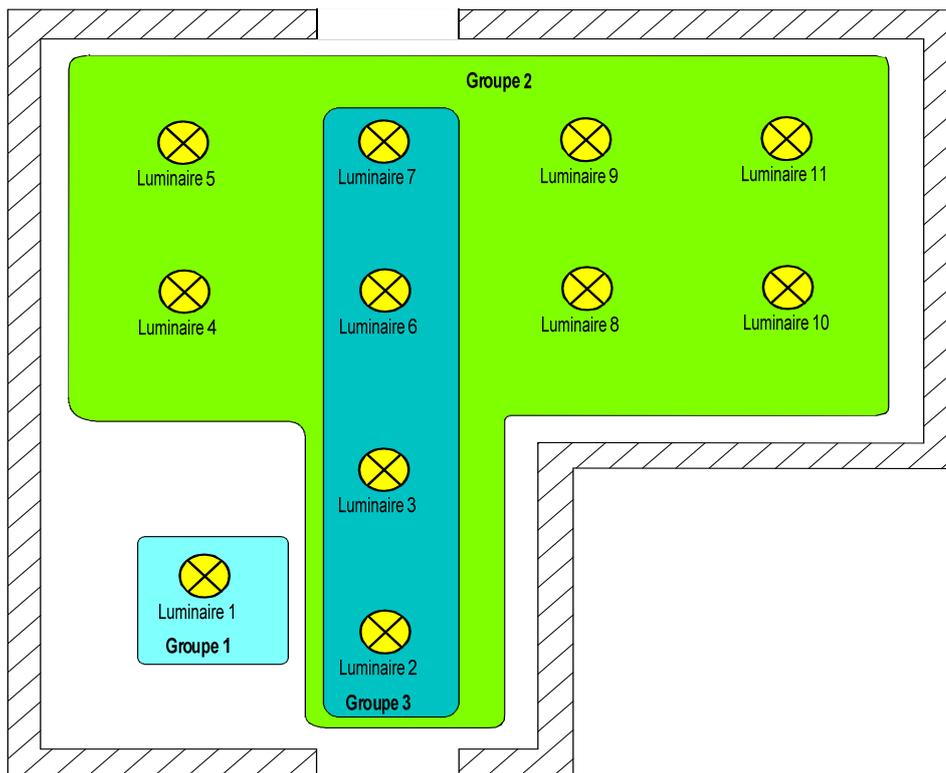

Fig. 5: Exemple d'une formation de groupe dans le système DALI
Un système DALI peut adresser au maximum 64 appareils d'éclairage, la passerelle elle-même n'étant pas comptée comme appareil d'éclairage. La passerelle DALI met à disposition 32 groupes DALI pouvant être commandés par le bus KNX, lesquels sont paramétrés dans l'ETS comme un canal d'actionneur variateur. Côté bus, on dispose de différents objets de communication, qui permettent notamment de réaliser la commutation, la variation, des consignes de valeurs de luminosité ou la commande temporisée ou la commande de scènes d'un groupe. Dans le cadre de la mise en service DALI, les max. 64 appareils d'éclairage DALI sont affectés à volonté à un ou plusieurs groupes de la passerelle (voir Fig. 5 à la page suivante). C'est l'affectation à des groupes qui crée la possibilité de commander les appareils d'éclairage DALI individuellement (affectation individuelle – uniquement un appareil dans le groupe) ou en commun (affectation multiple – plusieurs appareils dans un groupe) via le bus KNX.
Dans la formation de groupe de l'exemple (voir Fig. 5), chacun des luminaires dessinés possède un appareil d'éclairage DALI, lequel est affecté à un groupe ou à plusieurs groupes. Dans l'exemple, le luminaire 1 se trouve dans un groupe individuel. Ce luminaire peut être commandé séparément des autres luminaires. Les autres luminaires se trouvent dans le groupe 2 et sont donc commandés en commun. En outre, les luminaires 2, 3, 6 et 7 peuvent être commandés via le groupe 3. Les groupes 2 et 3 se recouvrent donc pour les luminaires mentionnés.
- Les appareils d'éclairage DALI qui sont affectés à plusieurs groupes se mettent toujours dans l'état réglé en dernier lieu via un des groupes affectés. Dans ce cas, la signalisation en retour de l'état de commutation ou de la valeur de luminosité d'un groupe ne peut pas toujours être univoque. Exemple 1 (voir Fig. 5): le groupe 2 est réglé à une luminosité de 10 %. On fait ensuite varier le groupe 3 à une valeur de luminosité de 20 %. Les luminaires du groupe 3 prennent la valeur de luminosité de 20 % appelée en dernier lieu. La signalisation en retour du groupe 2 reste sur 10 % bien que certains appareils d'éclairage faisant partie du groupe aient été réglés à 20 % de luminosité.